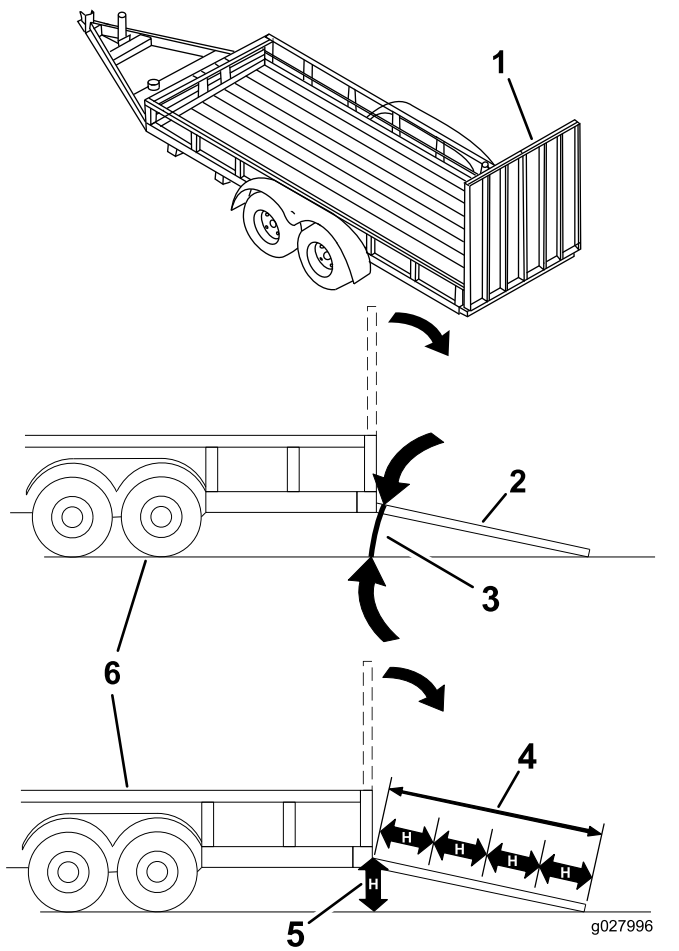

Figura 40
Quando si carica la macchina su un trailer o un autocarro si aumenta il rischio di ribaltamento, che può causare gravi ferite ed anche la morte (Figura 40).
1. Abbassate la rampa, assicurandovi che l'angolazione tra la rampa e il terreno non superi 15 gradi (Figura 40).